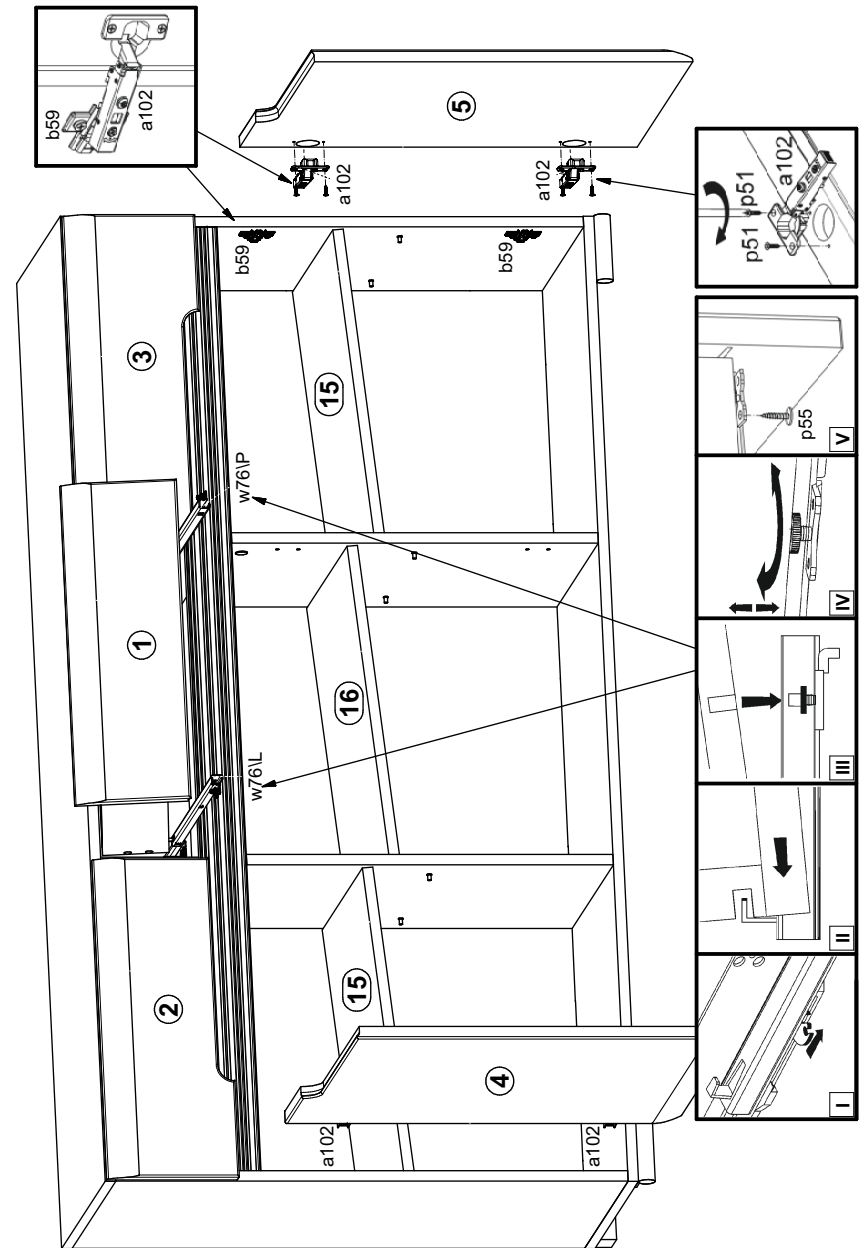

Рисунок 7
31. Вставить ящики выдвигающие в корпус изделия на направляющие **w76** (см.рис. 7).
32. Зафиксировать ящики на направляющих **w76** с помощью шурупов **p55** (см.рис. 7).